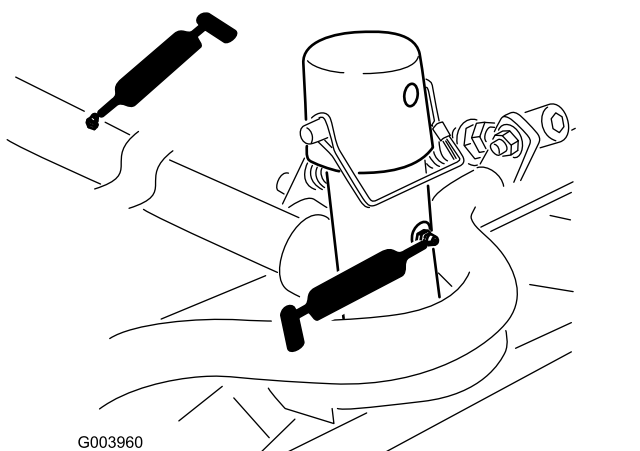

Figura 66
- Articulação e estrutura de transporte da unidade de corte (Figura 66)